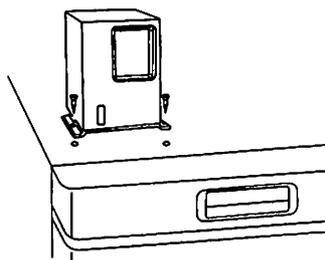

図2
2. 庫内灯カバーの両側をつかみ、たわませながら庫内灯カバーを手前に引くと外れます。(図 2)
2. フレーム天面左側に付いている4本のネジのうちの外側の2本を外し、そのネジ孔に取付金具の孔を合わせ、外したネジを用いて、記録計をフレーム天面に固定します。(図2)